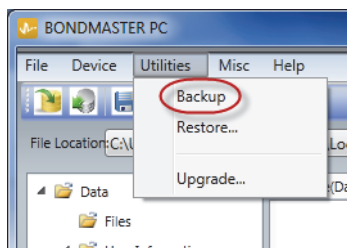

図 7-24 Backup (バックアップ) コマンド
2. BondMaster PC ソフトウェアの **Utilities** (ユーティリティ) メニューで、**Backup** (バックアップ) を選択します (217 ページの図 7-24)。